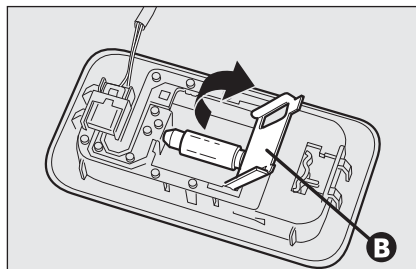

fig. 51
- ouvrir le couvercle de protection **B-fig. 51** et remplacer l'ampoule en la dégageant des contacts latéraux et en s'assurant que la nouvelle ampoule soit correctement bloquée entre les contacts mêmes;